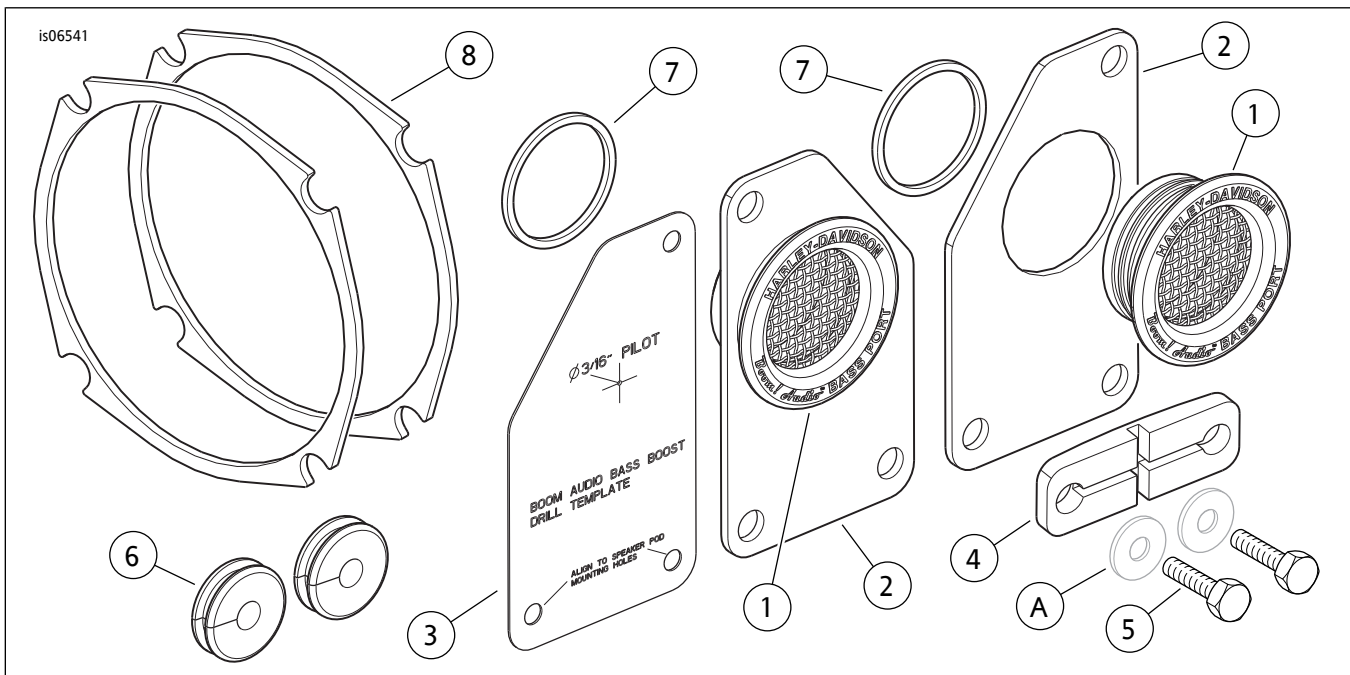

图1。维修零件，BOOM! Audio低音增强器Tour-Pak端口套件
参见图1和表1。
7. 参见图1。从套件中取出钻孔模板(3)。如果不带电源端口：如果带有电源端口：